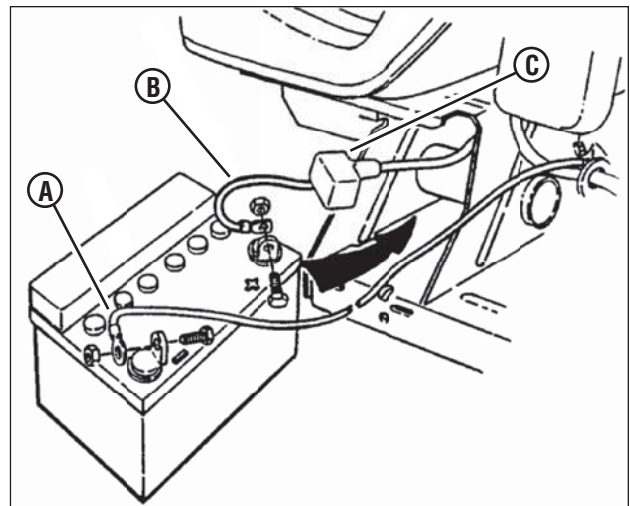

Figura 49: Conectando a bateria
4. Observe e anote as posições dos cabos (**A e B**, **Figura 49**) na bateria.
2. Conecte o cabo vermelho positivo (+) (**B**, **Figura 49**) primeiro, desde o chicote da instalação elétrica ao terminal positivo (+) da bateria, usando o parafuso e a porca fornecidos na sacola de ferragens. Conecte o cabo preto negativo (-) (**A**) por último, ao terminal negativo (-) da bateria, usando o parafuso e a porca. Aplique uma pequena quantidade de graxa em cima dos terminais para evitar corrosão.
10. Conecte o cabo vermelho positivo (+) (**B, Figura 49**) primeiro, desde o chicote da instalação elétrica ao terminal positivo (+) da bateria, usando o parafuso e a porca fornecidos na sacola de ferragens. Conecte o cabo preto negativo (**A**) por último, ao terminal negativo (-) da bateria, usando o parafuso e a porca. Aplique uma pequena quantidade de graxa em cima dos terminais para evitar corrosão.